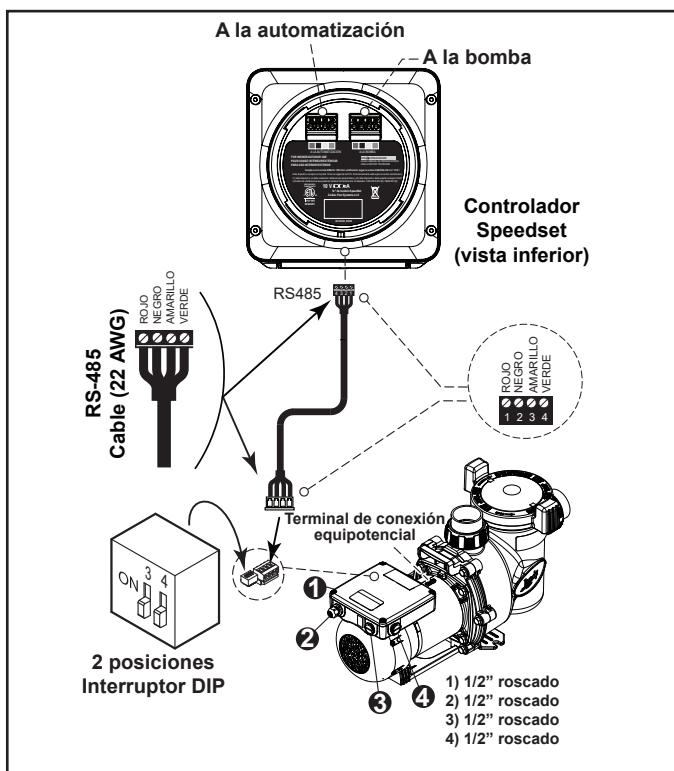

Figura 9. Cableado hasta un controlador
La sección de bajo voltaje ofrece dos (2) puertos de conducto de 1/2" NPT (rosados). No se proporcionan los acoplamientos para conducto (consulte la Figura 9).